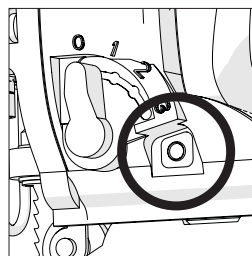

Fig. 12
- Desplace el control deslizante del «soplador de aire» completamente hacia la derecha (visto desde el punto de vista del usuario) (Fig. 12)